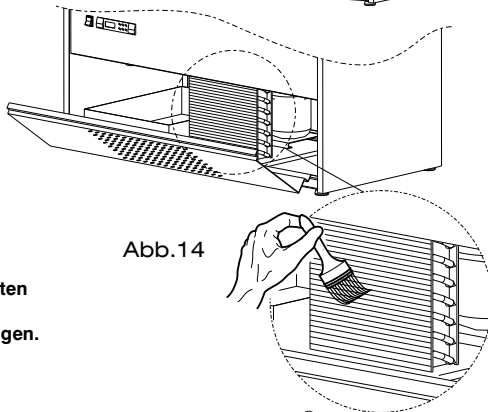

Abb.14
- Staub, Verschmutzungen und Ablagerungen jeglicher Art entfernen, indem man eine weiche Bürste oder einen Pinsel und einen Staubsauger verwendet (man sehe Abb.14)